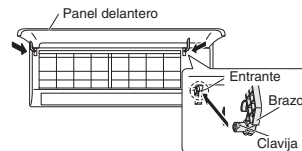

Fig. 3-87
- Agarre las secciones que se encuentran cerca de los brazos del panel delantero de ambos lados, y sostenga el panel delantero de forma que esté casi en horizontal. Empuje los ejes del brazo hacia el exterior hasta que entren en contacto con la parte superior de las muescas que se encuentran en los laterales izquierdo y derecho del acondicionador de aire. A continuación, empuje con firmeza hasta que los ejes del brazo encajen en su sitio. (Fig. 3-87)